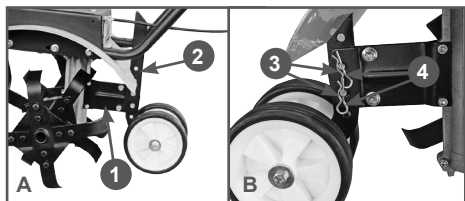

Рис. 5 Установка сошника в транспортное положение
4. Вставьте сошник 2 с транспортными колесами в кронштейн 1 сошника (Рис. 5А). Совместите отверстия в кронштейне и в сошнике, вставьте в отверстия пальцы 3, пальцы зафиксируйте шплинтами 4 (Рис. 5В).